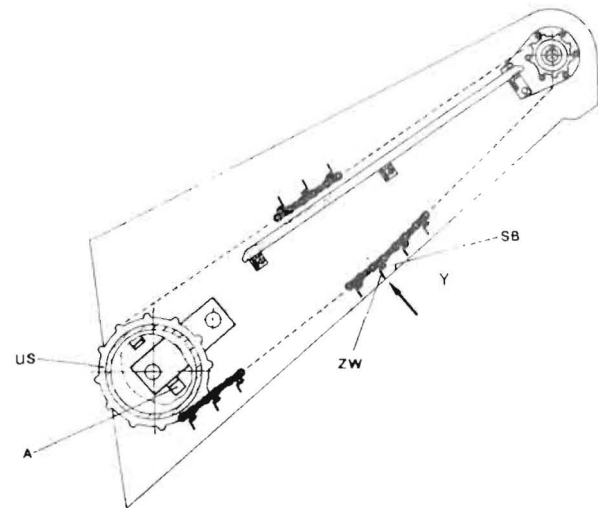

Bild 6/22
Beim Spannen der Schrägförderkette ist darauf zu achten, daß der Abstand „a“ zwischen Spannwinkel (SW) und Rahmenteil (RT) auf beiden Schachtseiten gleich groß ist, um ein Schräglaufen der Kette zu vermeiden (Bild 6/25).